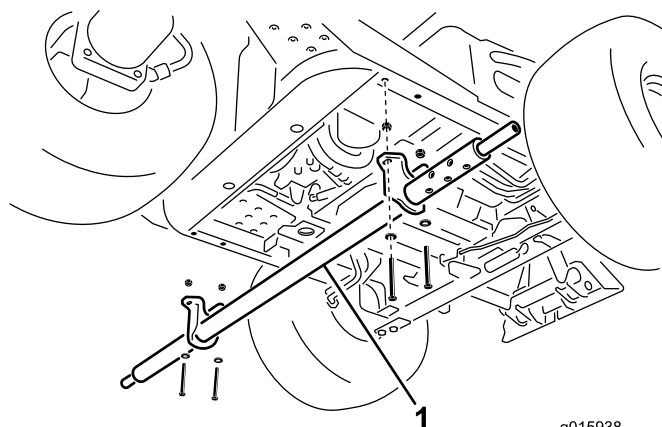

図 4
2. クロスチューブ取り付けブラケットをフレームチューブに固定するねじ4本3/8 x 3 インチ、平ワッシャ、ロックナット3/8 インチを使用する図4。
1. 機体の左側から、クロスチューブ・アセンブリを機体の下に差し入れ、取り付けブラケットの穴をフレームチューブの穴に合わせる図4。